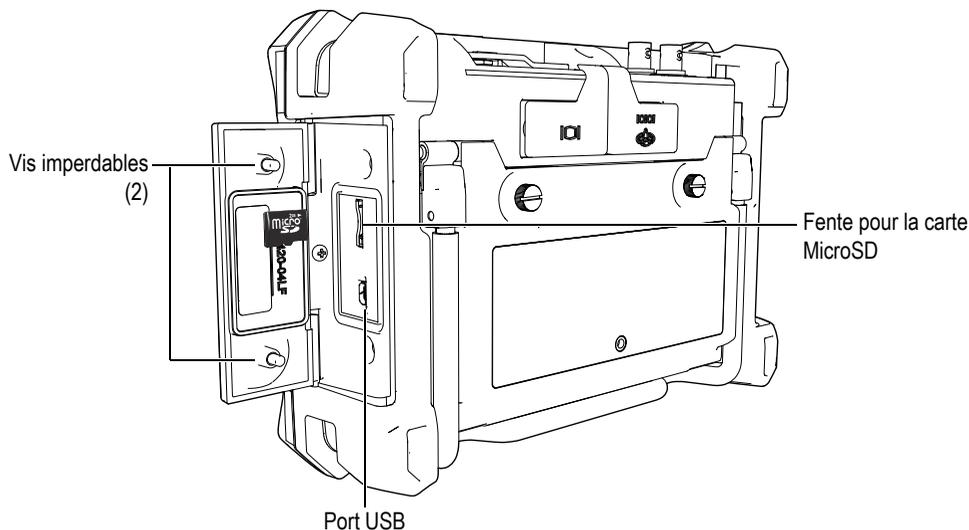

Figure 1-12 Couvercle latéral
2. Dévissez les deux vis imperdables sur le côté de l'EPOCH 600 et ouvrez le couvercle (voir la Figure 1-12 à la page 28).
4. Faites glisser délicatement la carte dans la fente de carte MicroSD jusqu'à ce qu'elle s'enclenche (voir la Figure 1-12 à la page 28).